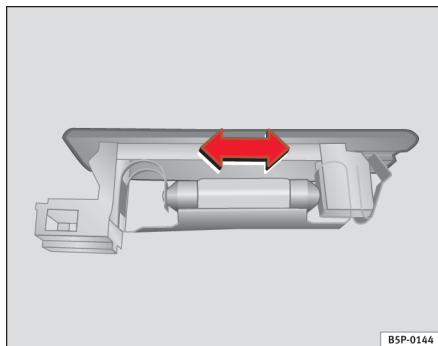

Fig. 162 Éclairage du coffre à bagages
- Appuyez sur la lampe latéralement et retirez-la du logement ⇒ fig. 162. ■